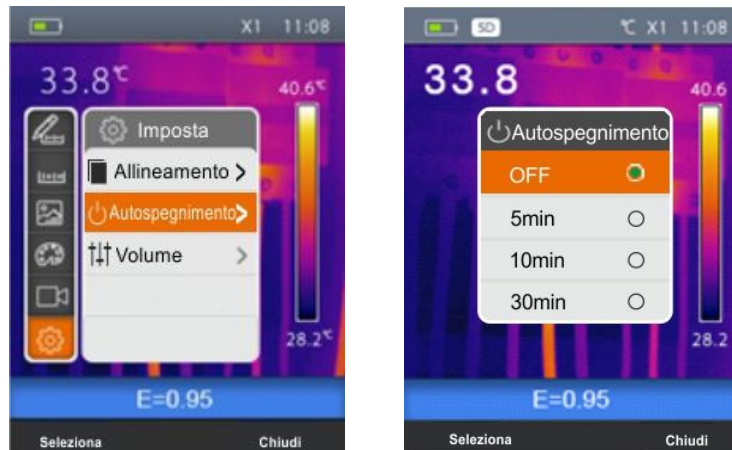

Abb. 14: Einstellung des Ausrichtungsabstands
1. Wählen Sie “Auto Power Off” mit den  oder  Tasten aus und drücken Sie die  Taste. Die Bildschirmseite Abb. 14 – Rechte Seite erscheint im Display.